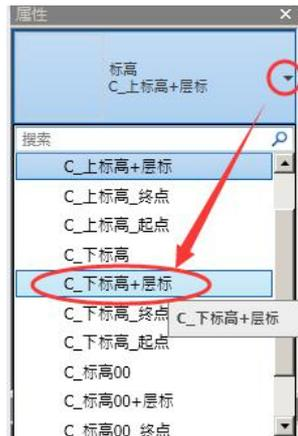

图 2-10 修改标高属性
• 创建室外地坪标高，方法如下：选择标高“F2”，点击上下文选项卡的“复制”工具，移动光标在标高“F2”上单击捕捉一点作为复制参考点，然后垂直向下移动光标，输入间距值“4650”点击回车，按 ESC 键两次退出标高创建命令。按照图 2-6 方法修改新建标高的名称为“室外地坪”。选择该标高，点击“属性”面板中的“类型选择器”，选择“C_下标高+层标”（图 2-10）。